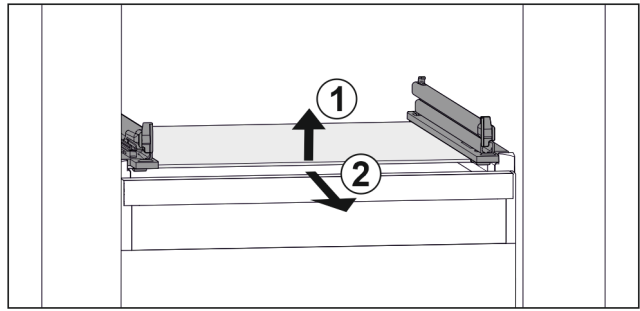

Fig. 94 Примерное отображение стеклянной пластины
- ▶ Приподнимите стеклянную пластину спереди. Fig. 94 (1)
- ▶ Извлеките стеклянную пластину движением вперед. Fig. 94 (2)